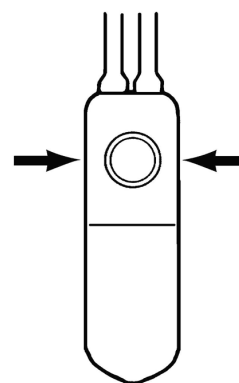

Figure 4-42. Méthode de pression latérale
1. Presser les côtés de la pompe de contrôle à côté du bouton de désactivation de sorte à permettre au liquide de remplir la poire de la pompe. (**Figure 4-42**)